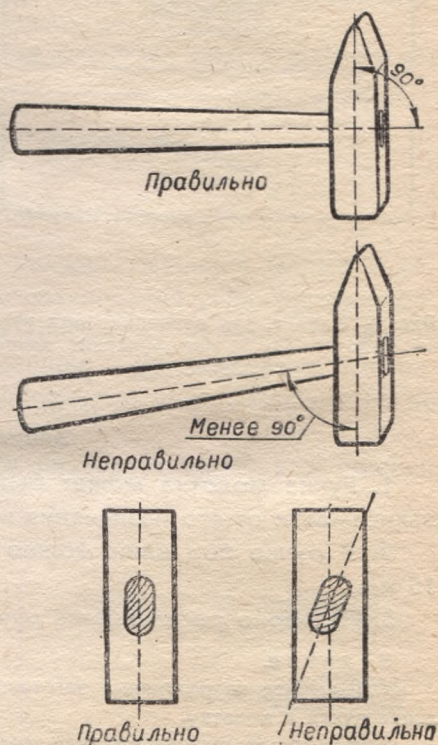

Рис. 4. Проверка качества насадки ручки на молоток.
10. Проверить качество крепления ручки. Ручка должна плотно входить в отверстие молотка и располагаться под прямым углом к нему; их оси должны лежать в одной плоскости (рис. 4).